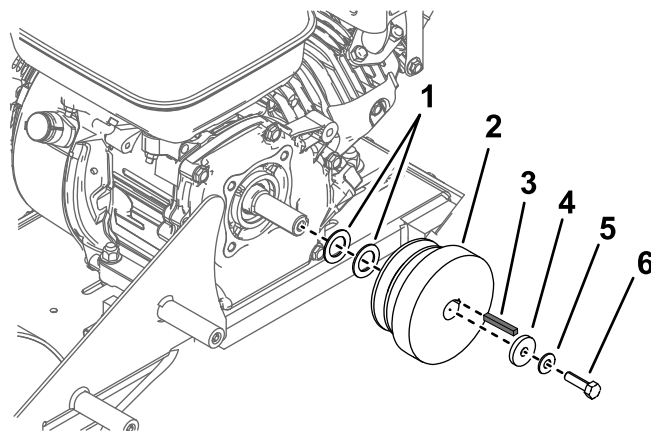

Figure 10
6. Appliquez du frein-filet sur le boulon (5/16 x 1 1/8 po) et servez-vous du boulon, de 2 rondelles (0,76 x 1,26 x 0,07 po), d'une rondelle (0,32 x 1,12 x 0,18 po), d'une rondelle (0,31 x 0,78 x 0,07 po) et de la clavette carrée pour installer la poulie d'embrayage (Figure 10). Serrez le boulon à un couple de 22,6 à 28,2 N·m (200 à 250 po-lb).